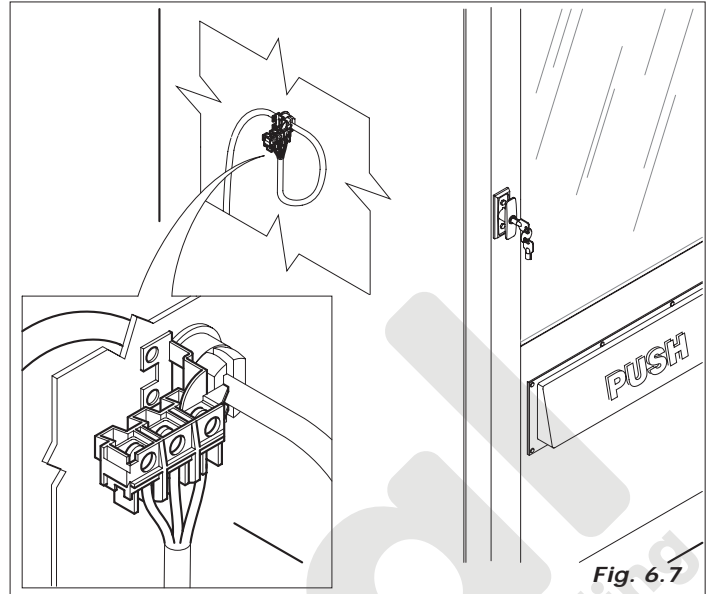

Fig. 6.7
Con la puerta abierta, quedan bajo tensión la regleta del cable de alimentación (Fig. 6.7-pos. 1)